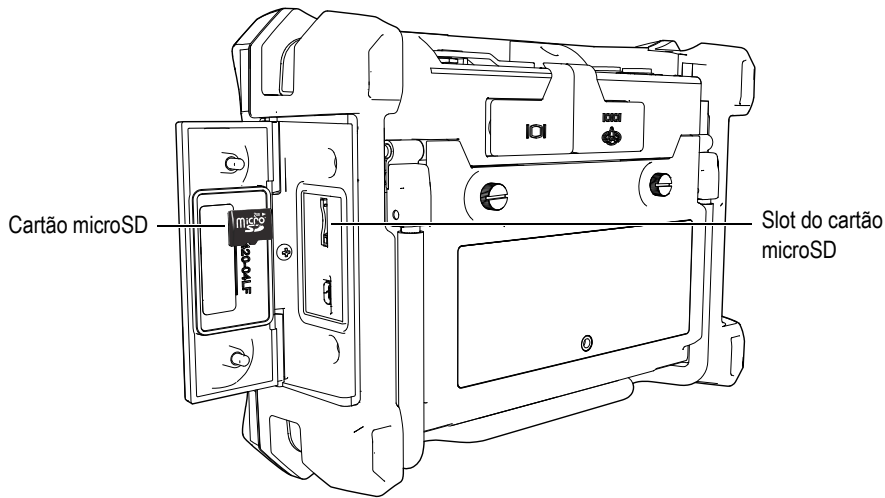

Figura 7-23 Localização do cartão microSD
1. Certifique-se de que o cartão de memória microSD está inserido no BondMaster 600 (veja Figura 7-23 na página 214).